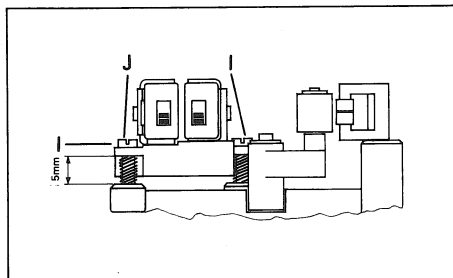
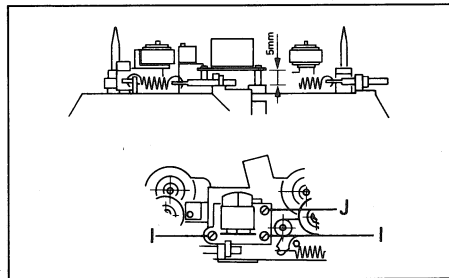

Fig. 3.7
Fig. 3.7a
- Die Höhe des Aufnahme-/Wiedergabekopfes ist mit den Schrauben [I] auf 5mm voreinzustellen (Fig. 3.7). Bei Geräten ab Fabrikationsnummer 20401 gilt Fig. 3.7a.
- Preadjust the height of the record/playback heads with screw [I] to 5 mm (Fig. 3.7). For units starting with serial no 20401, Fig. 3.7a is valid.
- Préajustez la hauteur de la tête enregistrement/lecture à 5 mm à l'aide des vis [I] (Fig. 3.7). Dès le numéro de fabrication 20401, la fig. 3.7a fait foi.